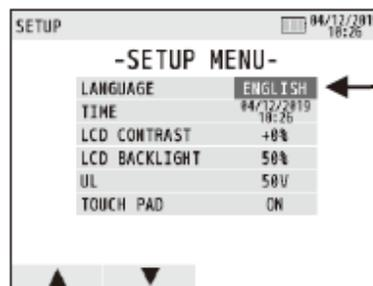

Figure 6-2
- (1) Appuyez sur F4 "SETUP" pendant que l'écran de démarrage est affiché (environ 2 sec.) après avoir allumé l'instrument.
- (2) L'écran SETUP apparaît (cfr. Figure 6-2)
(5) Appuyez sur ENTER lorsque les réglages sont effectués. L'écran revient alors à l'écran SETUP MENU comme sur la Fig. 6-2. Appuyez sur ESC pour annuler les modifications.
(6) En appuyant sur ESC sur l'écran SETUP MENU (Fig. 6-2), l'instrument se met en mode veille.